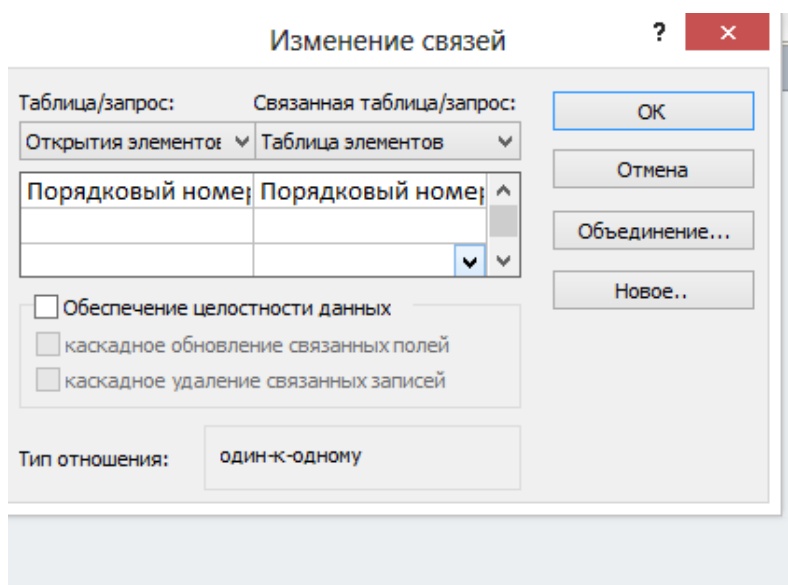

Рисунок 60 – Диалоговое окно *Изменение связей*
5. На правой панели окна *Изменение связей* выберите поля *Порядковый номер* таблицы *Открытия элементов*, включаемые в связь, получится тип отношения «один-к-одному» (рисунок 60).